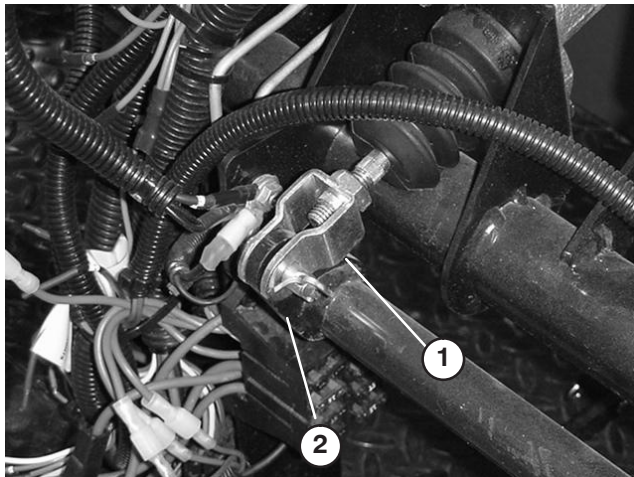

Figure 58
1. Retirez la goupille fendue et l'axe qui fixe la chape du maître-cylindre au pivot de la pédale de frein (Fig. 58).
3. Desserrez les écrous de blocage qui fixent la chape à l'arbre du maître-cylindre (Fig. 58).